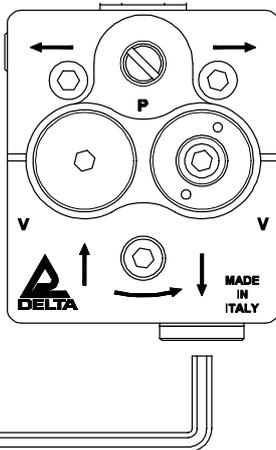

Fig. 1
- Retirer le bouchon de 1/4" du raccord de retour avec une clé Allen de 6 mm (fig. 1).
- Placer le bouchon de 1/4" dans la conduite de retour et le visser fermement (fig. 1).